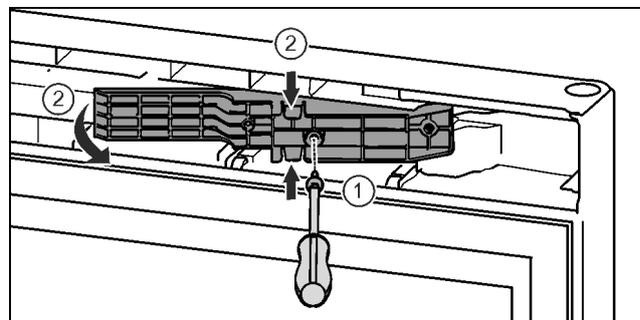

Fig. 14 *
- Schrauben mit Schraubendreher T15 lösen. Fig. 14 (1)*
- Adapterstück herausziehen. Fig. 14 (2)*